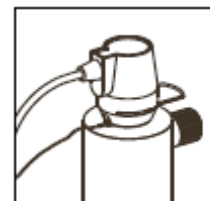
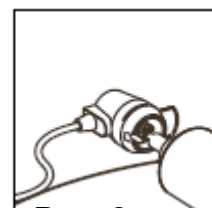

Рис. 1
Рис. 2
2. Отключите электропитание системы. Отключите Safety-Loc™ коннектор, выдвинув металлическую стопорную скобу (рис.1). Выдвиньте коннектор и излучатель из реактора. Отсоедините излучатель от коннектора (рис.2). Не выкручивайте излучатель, просто отсоедините его от коннектора. Не касайтесь “стеклянной” части излучателя. Предпочтительно держать излучатель за керамические
- Рис. 2**
4. Осторожно вставьте излучатель внутрь кварцевой трубки, расположенной внутри реактора (рис.3). Опустите излучатель так, чтобы он выступал из корпуса реактора на 5см. Присоедините Safety-Loc™ коннектор к излучателю (рис. 2). Конструкция коннектора обеспечивает только один вариант подключения. Убедитесь в прочности соединения излучателя и коннектора (рис. 4).
Убедитесь, что металлическая стопорная скоба выдвинута, что позволяет до конца надеть коннектор. С помощью стопорной скобы зафиксируйте коннектор (рис. 2). Убедитесь, что вырез на коннекторе расположен над шпилькой крепления провода заземления (рис. 4).